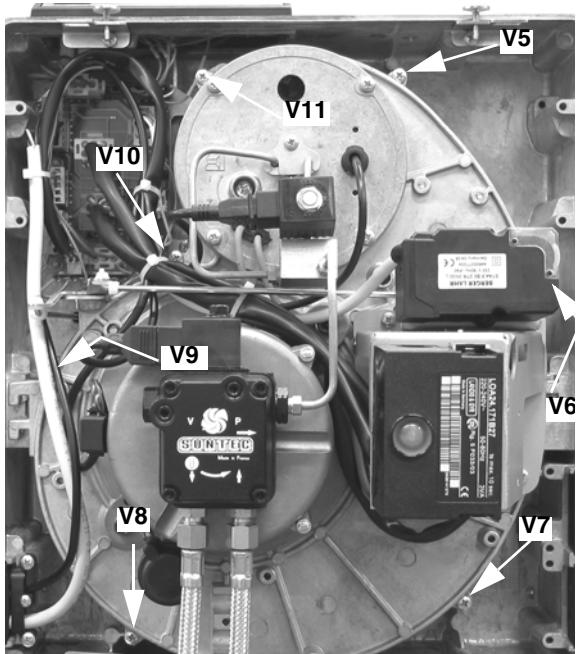

Рис. 44
- Снять 7 винтов **V5 - V10**, которые крепят компонентную пластину (Рис. 44).
- Установить на место компонентную плиту и закрепить ее 7-ью винтами V5 - V11 (Рис. 44).